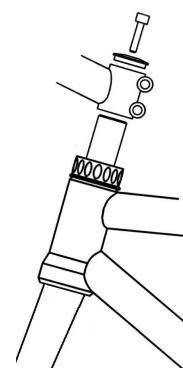

Fig.9
14. Montieren Sie die Vorbauteile. (**Fig. 9**)
15. RESET Ahead-Kappe montieren (**Fig.9**)